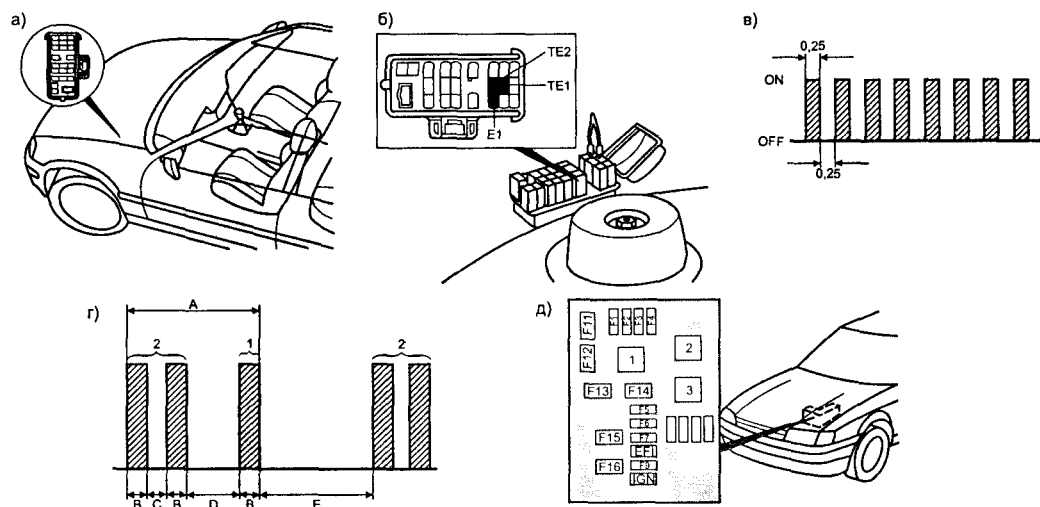

Рис. 2.8.6. Самодиагностика ЭСУД «Toyota TCCS»
- при включенном зажигании соединяют контакт «E1-TE1» разъема DLC (рис. 2.8.6а и 2.8.6б);
- если в памяти нет ошибок, лампа MIL вспыхивает с частотой 2 раза в секунду (рис. 2.8.6в);
- индикация каждого DTC включает две группы вспышек, в каждой из которых от 1 до 9 вспышек лампы MIL (участок А на рис. 2.8.6г — пример отображения DTC «21»).
Длительность вспышки составляет 0,5 секунды (рис. 2.8.6в), каждую вспышку разделяет 0,5-секундная пауза (участок С на рис. 2.8.6г). 1,5-секундная пауза между вспышками лампы MIL разделяют цифры одного DTC (участок D на рис. 2.8.6г). 2,5-секундная пауза между вспышками разделяют разные DTC (участок E на рис. 2.8.6г). Индикация DTC повторяется через 4,5 секунды после отображения последнего DTC, находящегося в памяти ошибок.
- при отключенном зажигании соединяют контакт «E1-TE2» разъема DLC (рис. 2.8.6б);
- при отключенном зажигании на 15—20 секунд извлекают предохранитель EFI из монтажного блока под капотом (рис. 2.8.6д) или при отключенном зажигании отключают «земляную» шину с АКБ (следует помнить, что отключение АКБ очистит память настроек «электронной начинки» автомобиля — магнитолы, часов и т. д.);